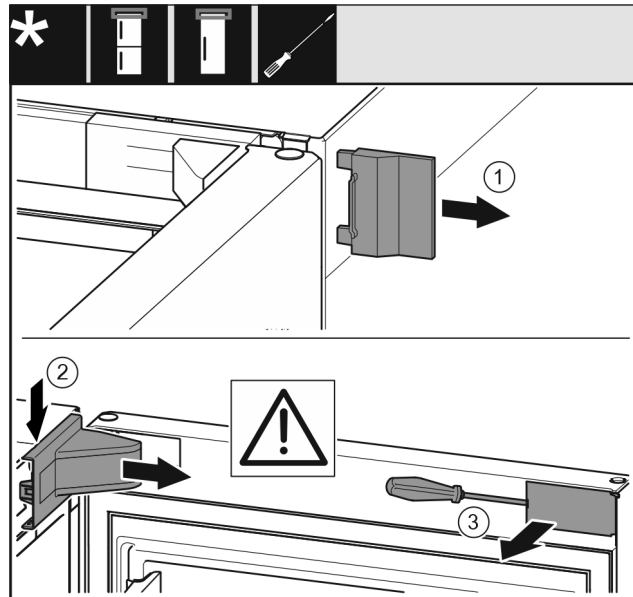

Fig. 6
- ▶ Vegye le a külső fedelet. Fig. 6 (1)
- ▶ Pattintsa ki és oldja ki a csapágybak fedelét. Vegye le a csapágybak fedelét. Fig. 6 (2)
- ▶ Pattintsa ki a takarólemezt lapos csavarhúzóval, és fordítsa oldalra. Fig. 6 (3)